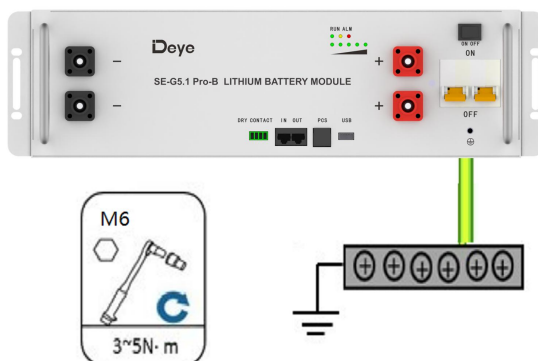

Abbildung 5-1: Installieren Sie das Erdkabel.
- Spannungsanschlüsse wie „+“ und „-“ sind zum Schutz vor Kurzschlüssen mit der Schutzabdeckung abgedeckt (siehe Abbildung 5-1). - Sie müssen diese vor dem Anschluss entfernen und sofort danach wieder anbringen.